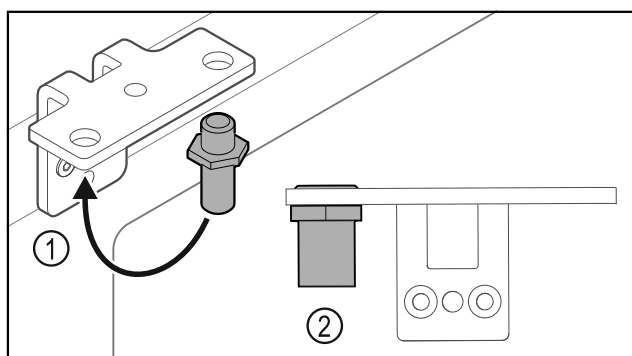

Fig. 38
- Prestavite sornik v kotniku tečajev vrat Fig. 38 (1).
- Sornike Fig. 38 (2) zategnite **z zateznim momentom 12 Nm**.